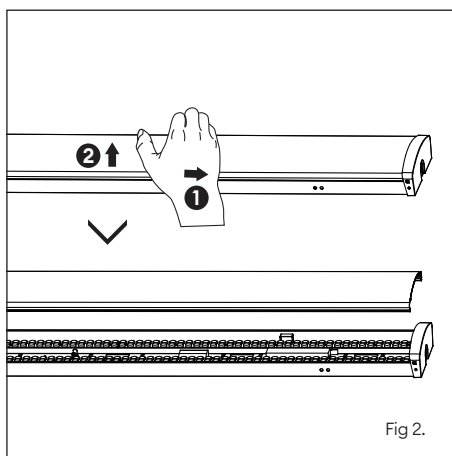

Fig 2.
4. Slide diffuser in direction of retaining clips, then pull to release/remove (Fig 2).
4. Faites glisser le diffuseur dans le sens des clips de maintien, puis tirez pour dégager/retirer (fig. 2).
4. Far scorrere il diffusore in direzione delle clip di fissaggio, quindi tirare per sbloccare/rimuovere (Fig. 2).